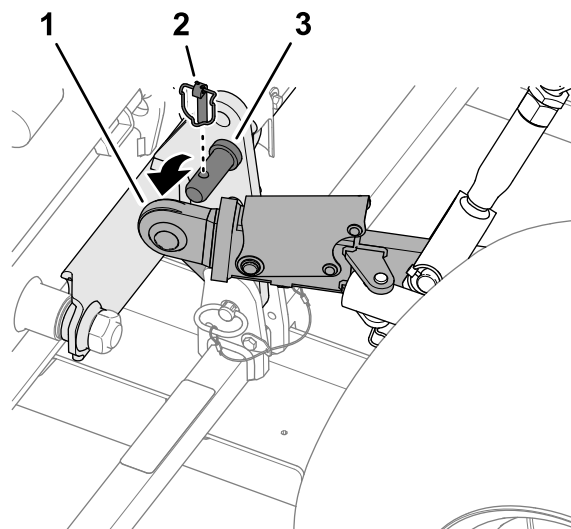

Figura 47
1. Retire los 2 pasadores de seguridad y retire los brazos de enganche inferiores de los pasadores de enganche de la máquina (**Figura 47**).